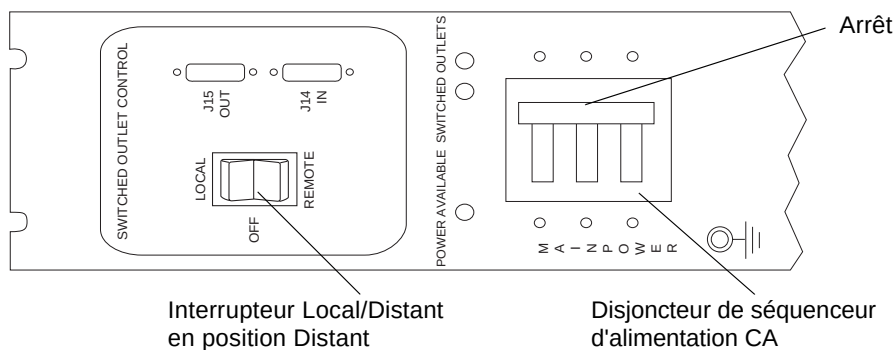

FIGURE B-12 Panneau de contrôle du séquenceur d'alimentation CA : Arrêt
7. Pour retirer l'alimentation principale du système, dans la partie inférieure, à l'avant et à l'arrière du coffret de base, appuyez sur les deux disjoncteurs de séquenceurs d'alimentation CA pour les mettre en position Arrêt (en haut) (voir FIGURE B-12).